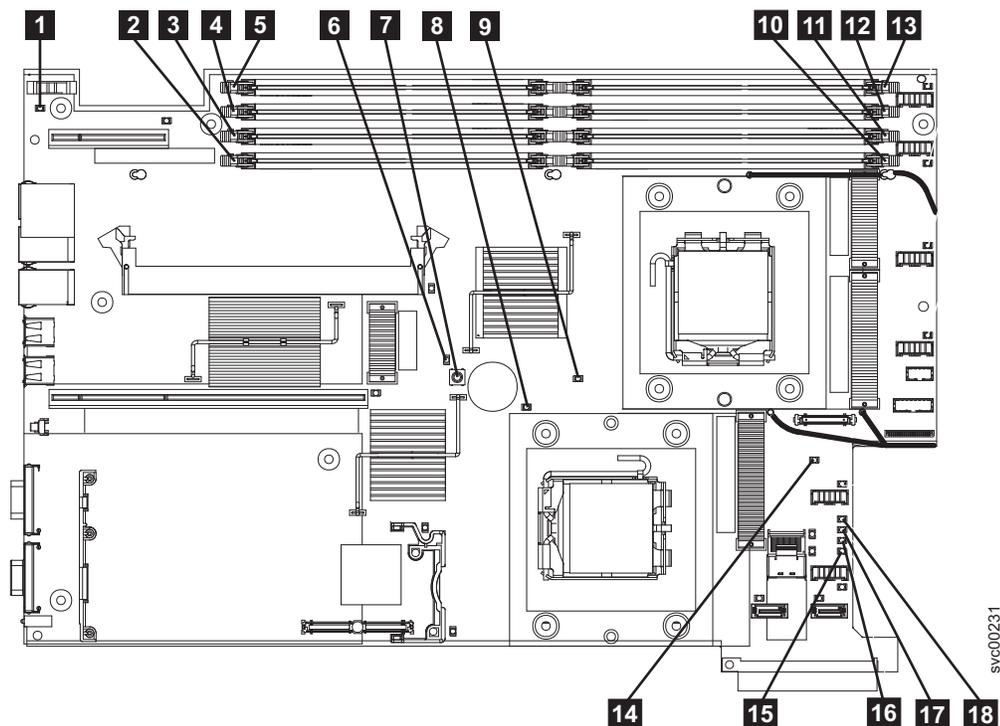

図 100. SAN ボリューム・コントローラー 2145-8G4 システム・ボード LED
はい 303 ページの表 61 を参照して、特定のライト・パス診断 LED 用に指定されたアクションを実行します。その後、ステップ 3 (304 ページ) に進みます。アクションによっては、システム・ボード上の LED 状態を監視している必要があります。302 ページの図 100 は、システム・ボード LED の位置を示しています。ファン LED はそれぞれのファンに隣接して配置されています。必要な LED を表示するには以下を行います。
- ライト・パス診断ボタン (302 ページの図 100 の **7**) を押します。